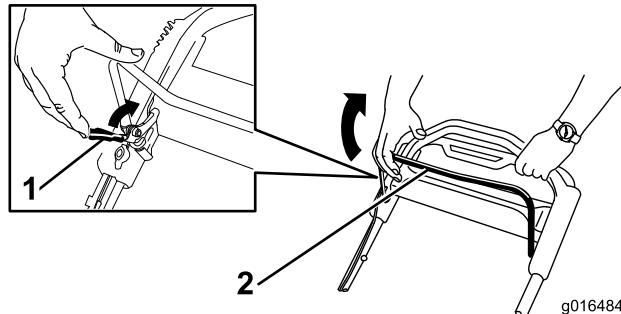

Figura 20
1. Puxe o bloqueio da barra de controlo da lâmina em direção à barra (Figura 20).
2. Puxe a barra de controlo **lentamente** para trás, em direção à pega (Figura 20).